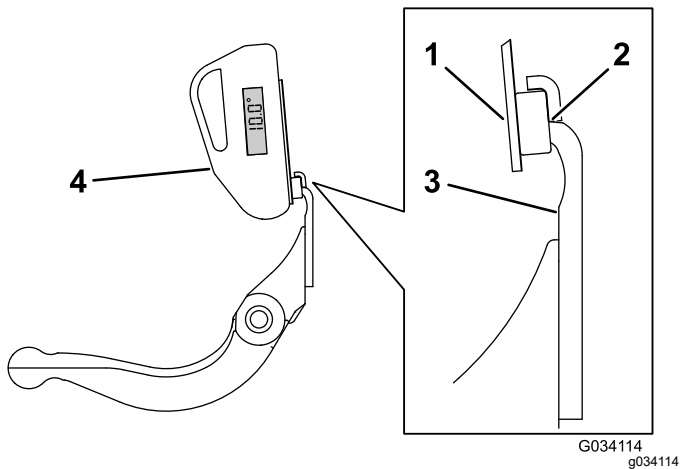

図 27
3. 傾斜計マウントのマグネットのエッジがベッドナイフのエッジに密着するように、ベッドナイフのエッジに傾斜計マウントをセットする 図 27。
4. 図 27 に示すようにマウントに傾斜計を取り付ける。